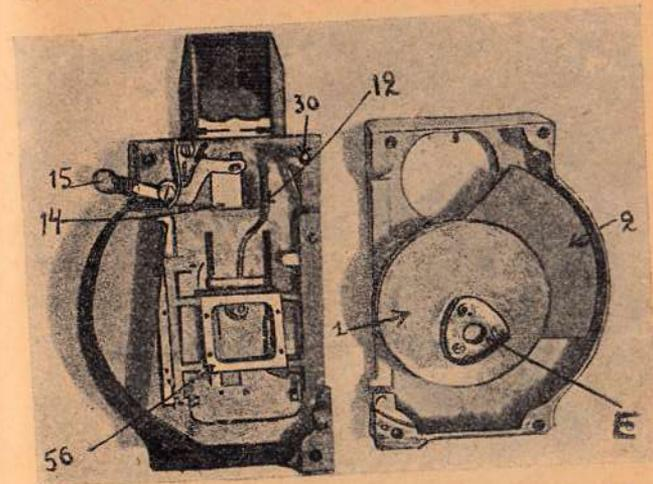

Рис. 3. Коробка с механизмом аппарата «ГОЗ» — тип «А» — в разобранном виде
шайба. (См. рис. 3). При вращении колеса — эксцентричная шайба толкает поочередно то вверх, то вниз рамку (Ж), которая двигаясь сама передвигает и весь грейфер по салазкам то вверх, то вниз.
**СМАЗОЧНЫЕ ТРУБОЧКИ** На внутренней стороне задней половинки коробки есть тонкие трубочки, служащие для проведения масла в соответствующие места механизма (12) — рис. 3.
**О К Н О** С другой стороны той же коробки есть окно (рис. 3). Окно состоит из подвижной рамочки (14) и рычага (15), помощью которого эта рамочка может передвигаться вверх и вниз.